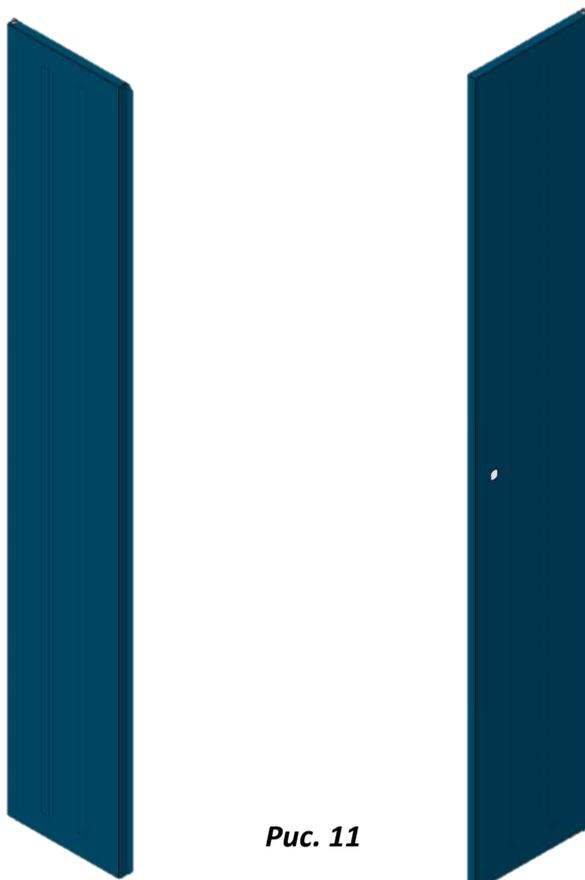

Рис. 11
4.6 Подготовить двери, комплекты петля – шарнир и замок (рис. 11).